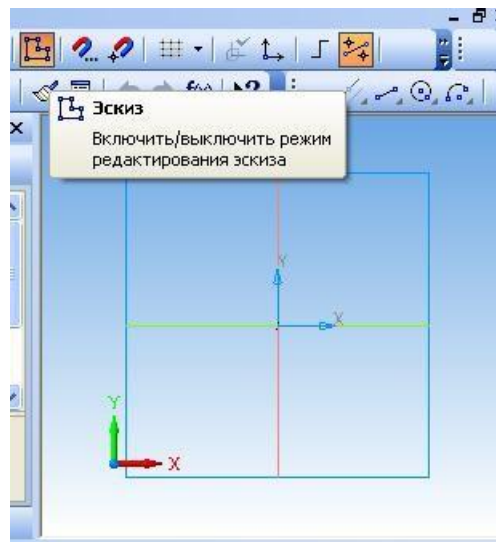

Рис. 4. Эскиз
4. На панели текущего состояния вызовите команду **Эскиз** (рис. 4).